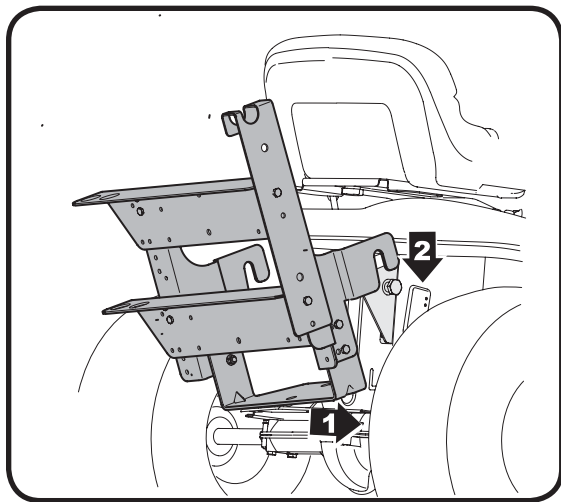

Figura 11
5. Coloque los extremos enganchados del conjunto del soporte de montaje en posición hacia afuera de los soportes y por encima de los pernos con reborde recién instalados a ambos lados del marco del tractor. Vea la Figura 11.
4. Coloque los extremos enganchados del conjunto del soporte de montaje en posición hacia afuera del soporte y por encima de los pernos con reborde a ambos lados. Consulte la Figura 11 para referencia.